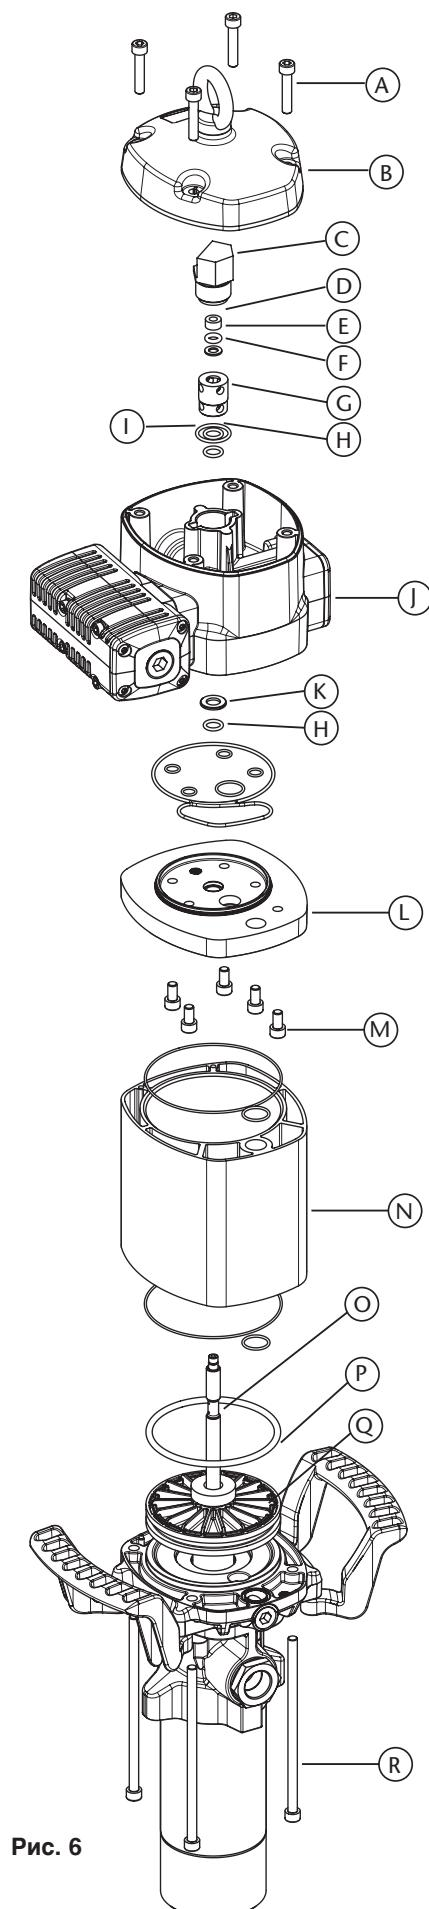

Рис. 6
УПЛОТНЕНИЯ ПНЕВМАТИЧЕСКОГО ДВИГАТЕЛЯ (РИС. 6)
1. Отвинтить винты (A) и снять крышку (B).
2. Отвинтить гильзу датчика (C).
3. Зажав щипцами гайку (D), вытянуть шток (O) так, чтобы вышла наружу его центральная расточенная часть (рис. 6а). Затем, другими щипцами зажать шток (O) в области расточки для предотвращения повреждения поверхности уплотнения и отвинтить гайку (D) (рис. 6б).
4. Снять уплотнительное кольцо (E) и кольцо (F). При сборке заменить их на новые.
5. Отвинтить винты (R). Снять корпус двигателя (J) с фланцем (L).
6. Снять кольцо (G) и заменить на нем уплотнения (H) и (I).
7. Отвинтить винты (M) и отсоединить мотор (J) от фланца (L). Снять шайбу (K) и заменить уплотнение (H).
8. Аккуратно удерживая пневматический поршень (Q), снять цилиндр (N). Заменить уплотнение поршня (P).
9. Выполнить сборку деталей в обратном порядке. При сборке нанести на винты (M), гайку (D) и гильзу датчика (C) закрепитель резьбы.
Рис. 6а
Рис. 6б